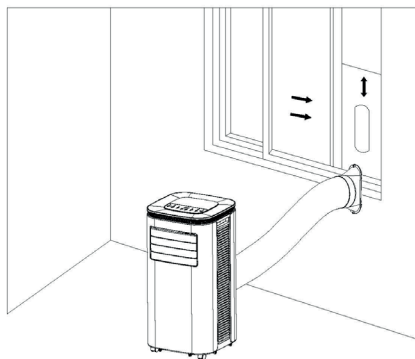

Figure 5
- 2) Étirez le tuyau d'évacuation de chaleur et calez l'extrémité plate de celui-ci dans le trou du système d'étanchéité de la fenêtre (voir Figures 5 et 6).